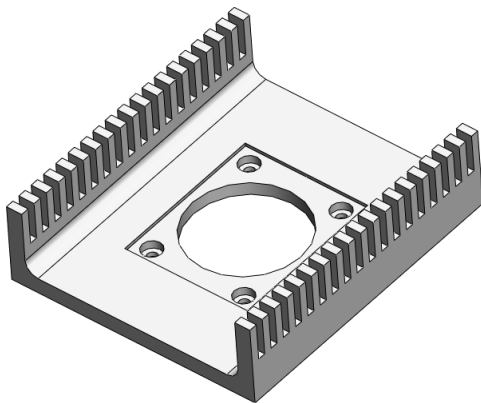

图 4-144 “4.LX.5SC.sldprt”文件
(5) 打开本书提供的素材文件“4.LX.5SC.sldprt”，使用“线性阵列”特征创建如图 4-144 所示的模型。